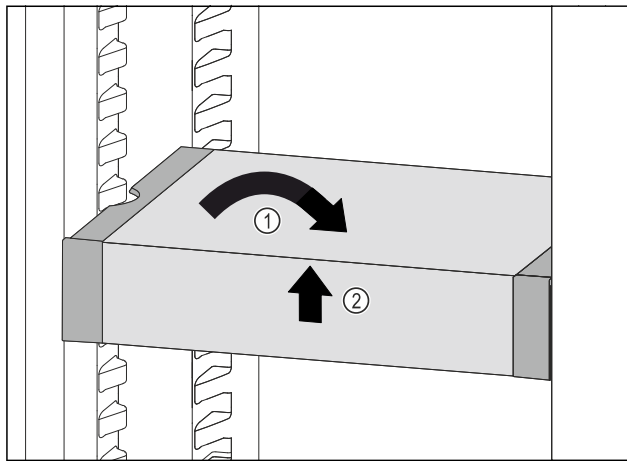

Fig. 170
- Remettre le VarioSafe droit. *Fig. 170 (1)*
- Soulever la partie avant du VarioSafe. *Fig. 170 (2)*